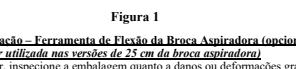

Figura 1
1. Se utilizar uma broca aspiradora de canal de trabalho (**Figura 1**), foi adicionado um mecanismo de controlo da profundidade com luer (1a) e um acessório MINOP exclusivo (1b) para o adaptabilidade de interfaces com os endoscópios.